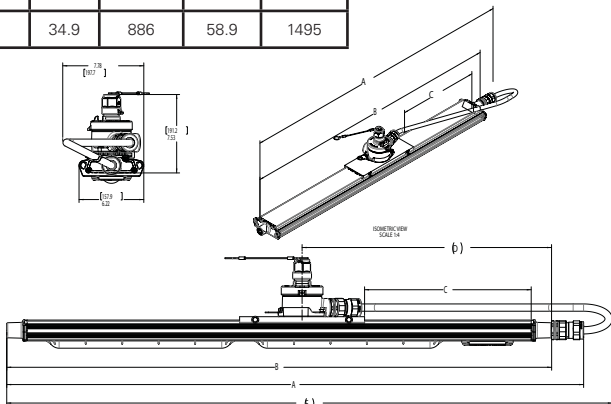
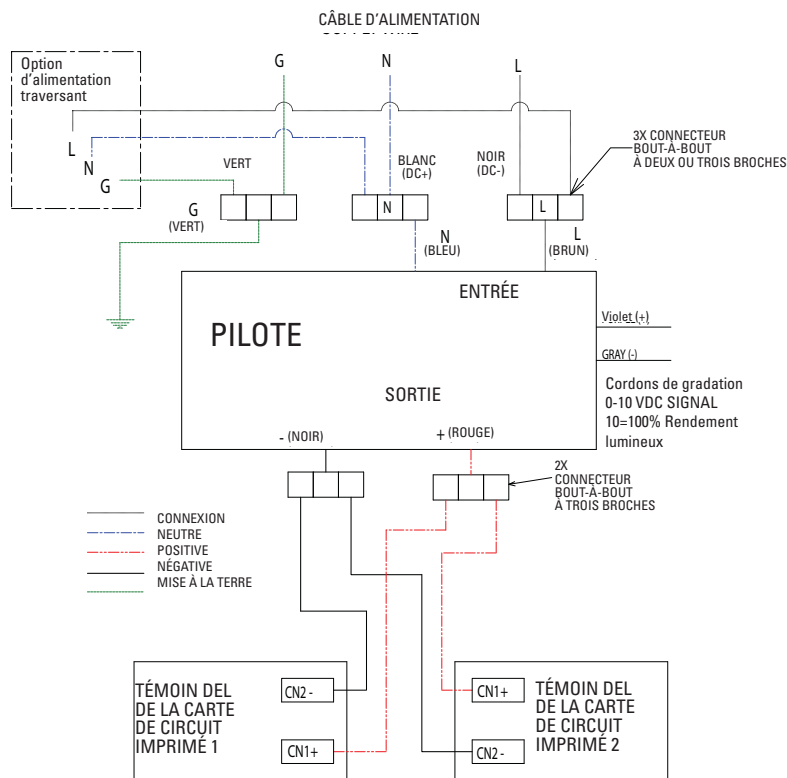

Figure 10
Figure 15
- Poser le support de fixation coulissante avec la boîte de jonction sur la bride de montage du luminaire, comme illustrée à la figure 10. Régler la position de la fixation coulissante selon la distance C indiquée dans le tableau. Remarque : la distance C se rapporte à l'extrémité de la bride de montage du luminaire.
- Installer un (1) corps fileté de presse-étoupe à la boîte de jonction et un (1) corps fileté de presse-étoupe au plot sur l'extrémité du circuit de commande du luminaire. Se reporter à la fiche IF1647 pour des directives sur l'installation du raccord TMCX et sur la préparation du câble.
- Placer le câble de manière similaire à celle illustrée à la figure 10.
- Ouvrir le couvercle du circuit de commande en desserrant les quatre (4) vis du couvercle en acier inoxydable no 10-32 x 0,75 po. (voir la figure 10) Tous les composants dans le luminaire sont câblés; ainsi, il ne reste qu'à raccorder le fil de phase, le fil neutre et le fil de mise à la terre aux bornes ou fils conducteurs du luminaire selon les schémas de câblage (voir les figures 15 et 16), à l'aide de méthodes conformes aux codes applicables. Raccorder d'abord le conducteur de mise à la terre (vert) de l'équipement, puis le courant (blanc) et la tension composée (noir). Pour les applications en tension continue, raccorder le fil positif (+) au fil blanc et le fil négatif (-) au fil noir. Serrer tous les raccordements électriques. Remarque : les orifices standards sont de 3/4 po NPT.
- Remettre le couvercle du circuit de commande en place et serrer les quatre (4) vis de montage du couvercle au couple de 31 po-lb (3,6 N.m).
3. Pour faciliter le retrait du couvercle, un point d'appui a été placé dans l'un des coins du couvercle. (Voir la figure 15.)